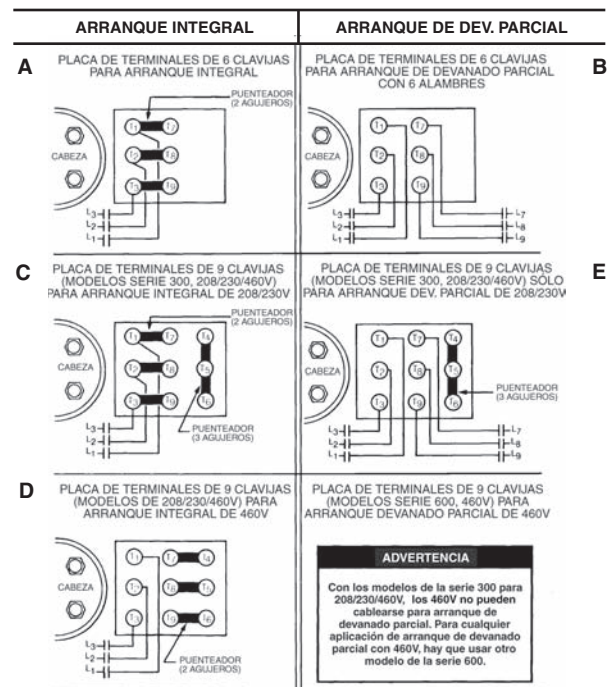

FIGURA 1
PRECAUCIÓN: No cargue aceite a través del tubo de succión ni a través de los accesorios de acceso de succión del compresor. Véanse las Figura 1 y 2, donde se indica el puerto recomendado para cargar aceite. El agregar aceite al lado de succión del compresor puede causar daños en las válvulas de succión/expulsión, pistones y/o bielas de conexión.
Antes de cablear las conexiones, consulte el diagrama de cableado ubicado al interior de la caja de terminales del compresor así como en la Figura 1 mostrada abajo.
Las (3) barras puenteadoras que se entregan junto con el compresor sólo se requieren para el arranque integral de 3 alambres, donde las barras puenteadoras se instalan directamente en los pernos de terminales conectando T1 y T7, T2 y T8 así como T3 y T9, tal como se muestra en la Figura 1-A.
D. Arranque integral o de devanado parcial de 6 alambres (Figura 1-B): Los (6) alambres de potencia deben instalarse y fijarse en los pernos de terminales respectivos usando las (6) tuercas de seguridad 3/8-16 que se entregan con el compresor. Apriete las tuercas de seguridad con un par de torsión máximo de 18 lb-ft (24 Nm).
E. Para el arranque integral 208/230V-3-60 ó 200V-3-50 de 9 clavijas, conecte las barras puenteadoras de la siguiente manera (Figura 1-C):
1. Instale las (3) barras puenteadoras de cobre con 2 agujeros para conectar los terminales 1 y 7, 2 y 6, así como 3 y 9.
7. Instale las (9) tuercas de seguridad (incluidas en este juego) en los pernos de terminales para asegurar las conexiones entre las barras puenteadoras y los cables. Apriete las tuercas de seguridad con un par de torsión máximo de 18 lb-ft (24 Nm).
F. Para el arranque de devanado parcial 208/230V-3-60 ó 200V-3-50 de 9 clavijas, conecte las barras puenteadoras de la siguiente manera (Figura 1-D):
6. Instale las (9) tuercas de seguridad (incluidas en este juego) en los pernos de terminales para asegurar las conexiones entre la barra puenteadora y los cables. Apriete las tuercas de seguridad con un par de torsión máximo de 18 lb-ft (24 Nm).
G. Para el arranque integral 460V-3-60 ó 400V-3-50 de 9 clavijas, conecte las barras puenteadoras de la siguiente manera (Figura 1-E):
1. Instale las (3) barras puenteadoras de cobre con 2 agujeros para conectar los terminales 7 y 4, 8 y 5, así como 9 y 6.
3. Instale las (9) tuercas de seguridad (incluidas en este juego) en los pernos de terminales para asegurar las conexiones entre las barras